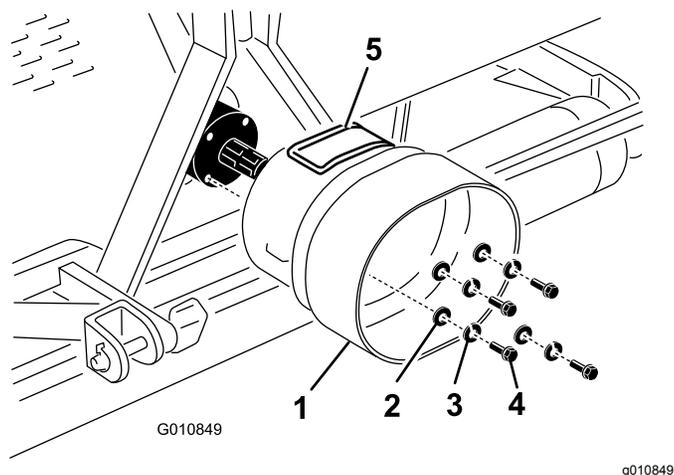

Figura 22
1. Retire los 4 pernos, las arandelas de freno y las arandelas planas que están sujetas a la parte trasera de la caja de engranajes del aireador (Figura 22).
2. Monte el protector de la TDF en la caja de engranajes del aireador con los herrajes que retiró anteriormente (Figura 22). Al montar el protector de la TDF, asegúrese de que el panel de acceso (Figura 22) está colocado en la parte superior o lateral, dependiendo de la configuración del bastidor del aireador.
Nota: Puede abrir el panel de acceso (Figura 22) para facilitar el desmontaje y la instalación de los herrajes de montaje del árbol de la TDF.